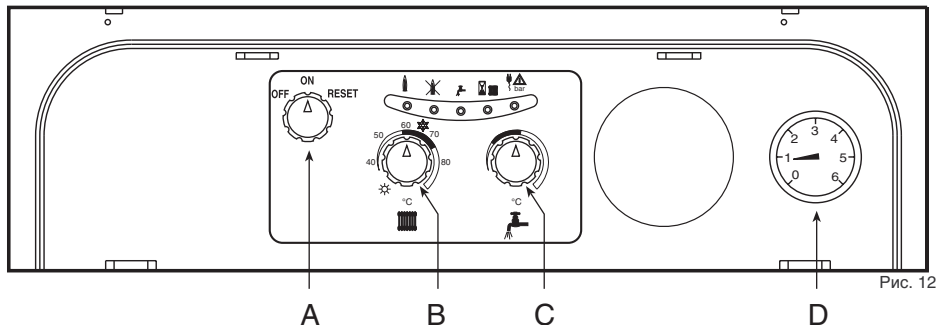

Рис. 12
#### “ЗИМА” (Рис. 12)
#### “ЛЕТО” (Рис. 12)
После этого необходимо выбрать режим работы котла: отопление и ГВС или только ГВС. Если выбран первый режим работы: отопление + ГВС, установить ручку В (рис. 12) в положение "ЗИМА" что соответствует значению выше 50°C и задайте необходимое значение на термостате помещения. После этого произойдет розжиг горелки, и котел будет работать в автоматическом режиме, контроль выполняется регулирующими и предохранительными приборами.
Если же выбран второй режим работы: только ГВС, установить ручку В(рис. 12) на позицию "ЛЕТО":с этого момента котел готов к автоматической работе.
**Замечание** - Если после корректного завершения процедуры запуска, не происходит розжиг и котел отключается, подождите 15 секунд, потом поверните ручку А (рис. 12) в положение "RESET". Перезапуск электронного блока управления, приведет к повторению цикла запуска. Если после второй попытки, не будет происходить розжиг, обратитесь к разделу "Устранение неисправностей".
Регулирование температуры воды системы отопления производится путем поворота соответствующей ручки (рис. 12 - дет. 2). При повороте ручки по часовой температуре температура воды отопления возрастает, против часовой стрелки - снижается. Температура может варьироваться от минимального 35°C до максимального 85°C. Рекомендуем не эксплуатировать котел при температуре ниже чем 45°.